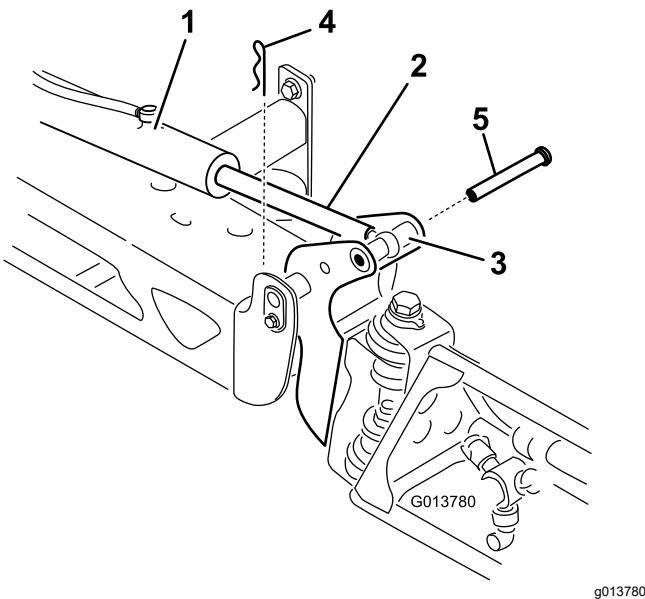

Figura 113
2. Retire la chaveta del pasador de giro (Figura 113).
3. Levante el brazo, retire el pasador (Figura 113), y baje el brazo lentamente al suelo.
9. Sujetando el brazo, introduzca el pasador a través del pivote del brazo y del émbolo del actuador (Figura 113).